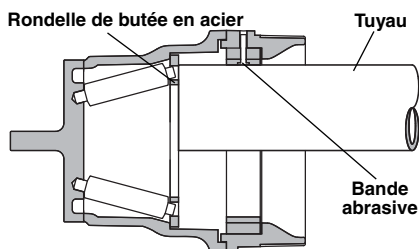
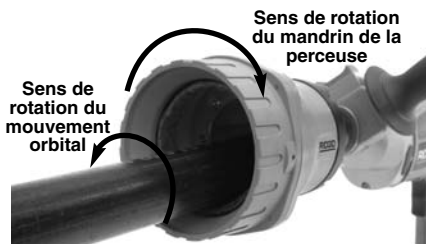

Figure 7B – Tuyau en position de surfacage
Figure 8 – Surfacage d'un tuyau immobilisé
4. Tenez la perceuse fermement, retirez l'outil de l'extrémité du tuyau, puis mettez-le en position de surfacage (Figure 7B). L'extrémité du tuyau devrait alors buter contre la rondelle en acier, et la bande abrasive devrait entrer en contact avec l'extérieur du tuyau. Tout en tenant la perceuse bien parallèle au tuyau, appuyez latéralement sur elle en décrivant un mouvement orbital autour du tuyau jusqu'à ce que la surface de raccordement du tuyau soit nettoyée. Si la perceuse n'est pas tenue bien parallèle au tuyau, la surface nettoyée ne sera pas parfaitement perpendiculaire à son extrémité. Le mouvement orbital de l'outil autour du tuyau dans le sens opposé à sa rotation assurera un surfacage plus rapide (voire, si la perceuse tourne en sens horaire, le mouvement orbital devrait être effectué en sens anti-horaire). Normalement, le processus de surfacage prend environ 15 secondes (Figure 8). Nettoyez ou remplacez la bande abrasive aussi souvent que nécessaire.